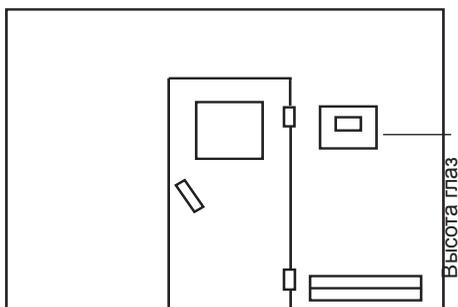

Рис. 3
1. Отверстия  $\varnothing 3$  мм для входящих в объем поставки шурупов  $4 \times 20$  мм размещаются соответственно указанным на рис. 3 + 3.1 размерам.